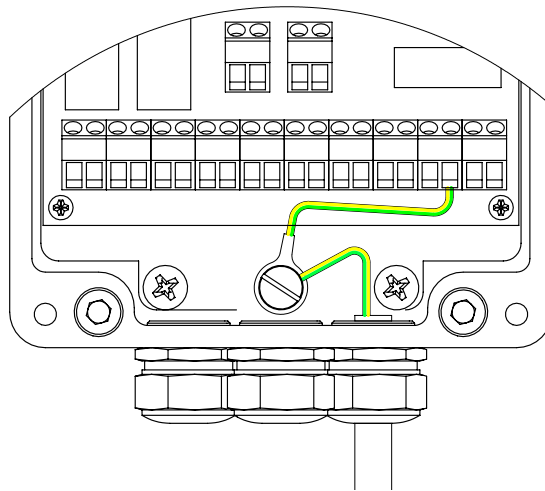

Bild 2-5 Erdungsanschluss bei Speisung mit 230, 115 oder 48 VAC
4. Wird der Lastmessverstärker mit einer Wechselspannung gespeisen (230 VAC, 115 VAC oder 48 VAC) ist ein Erdungsanschluss entsprechend *Bild 2-5* unerlässlich: